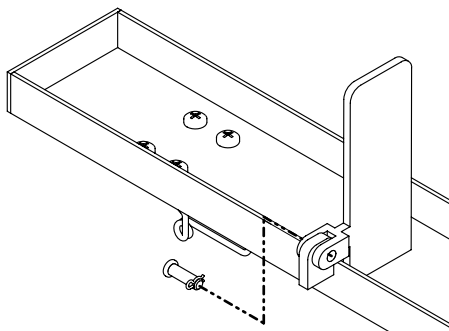

Figure 2 : Assemblage de la plaque d'arrêt sur le rail de roue
2. Déposez la bague de retenue et l'axe à épaulement de la plaque d'arrêt, puis fixez la plaque d'arrêt au rail de roue (voir figure 2).